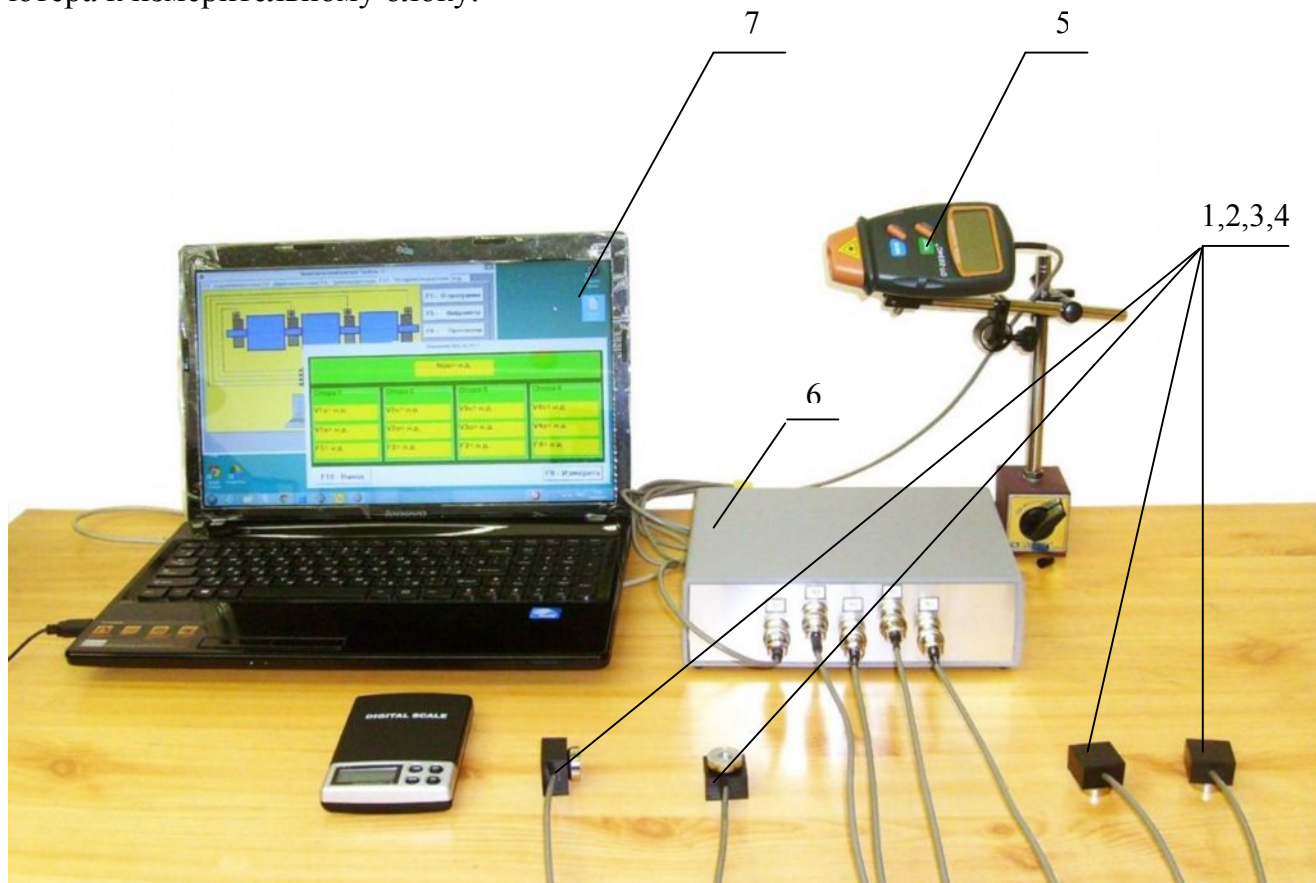

Рис. 4.1. Прибор для балансировки «БалКом-4» в комплекте
4.1. Фотографии прибора «БалКом-4» представлены на рис. 4.1 и 4.2.
Прибор (см. рис. 4.1) состоит из измерительного блока **6**, четырёх датчиков вибрации **1, 2, 3, 4**, датчика фазового угла **5** и портативного компьютера (нетбука или ноутбука) **7**.